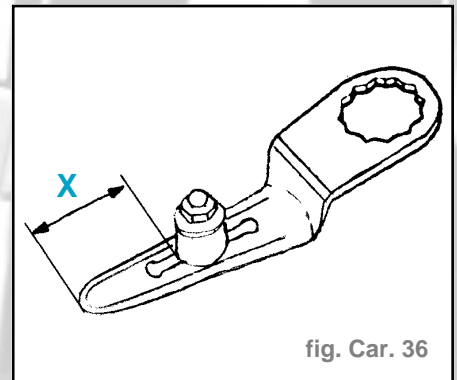

fig. Car. 36
- Monter sur l'outil une lame droite avec galet intégrable en hauteur (fourniture Pièces de Rechange et Accessoires BMW) et régler la côte (X) (fig. Car. 36).
- Cote (X) :
- zone (A) : cote (X) = **14 mm**
- zone (B) : cote (X) = **28 mm**
- Pour la zone (C) du montant de custode avant, utiliser un scalpel (pour coupe difficile).
- Monter sur l'outil une lame droite avec galet réglable en hauteur (fournisseur : Service Pièces de Rechange et Accessoires BMW) et régler la côte (X). (fig. Car. 36).
- Côte (X) = **16 mm**